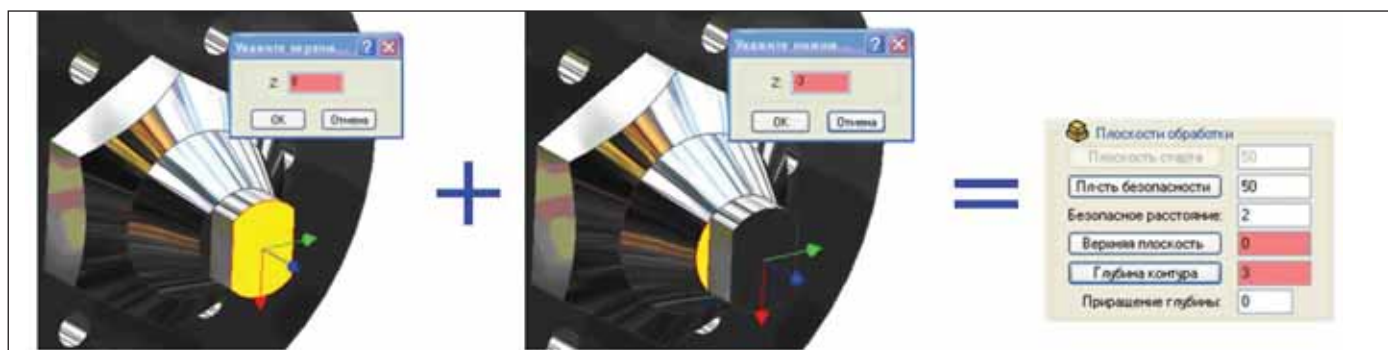

Рис. 14
**Шаг 13.** SolidCAM позволяет заменять линейные перемещения по несуществующей оси на угловые перемещения поворота (рис. 14).